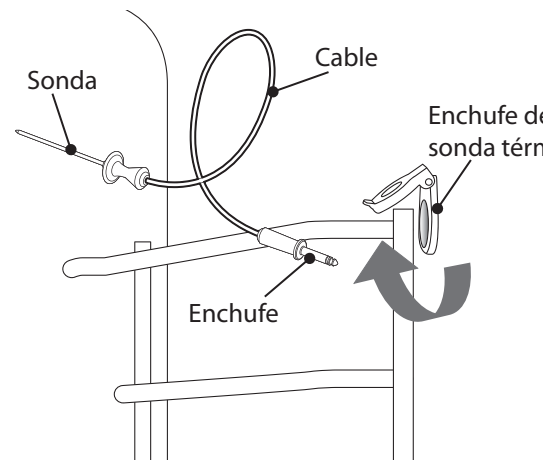

Figura 28: Sonda térmica
1. En la hornilla principal, o en la hornilla secundaria con algunos modelos, mueva el interruptor del enchufe de la sonda hacia arriba (*Figura 28*).